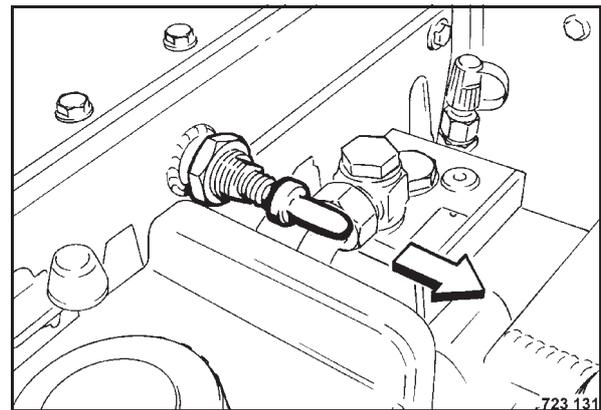

Bild 130
- Haube entriegeln (Bild 130).